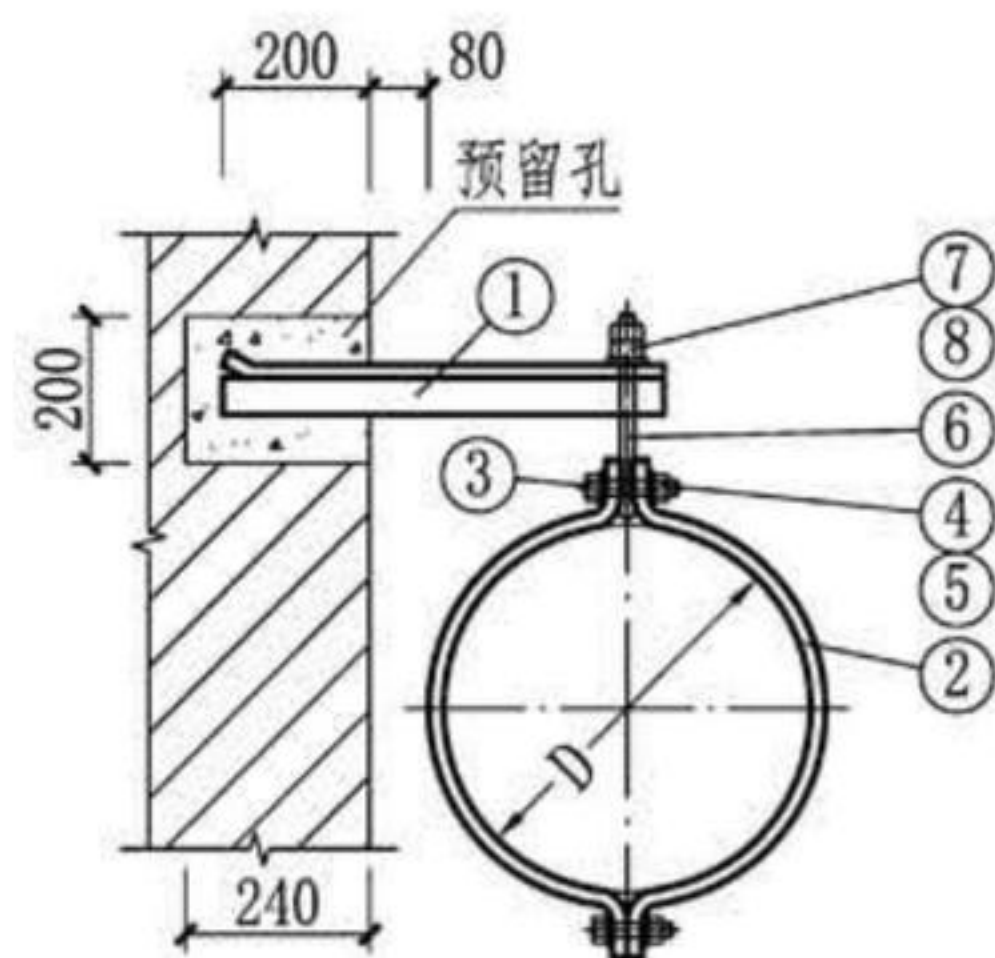
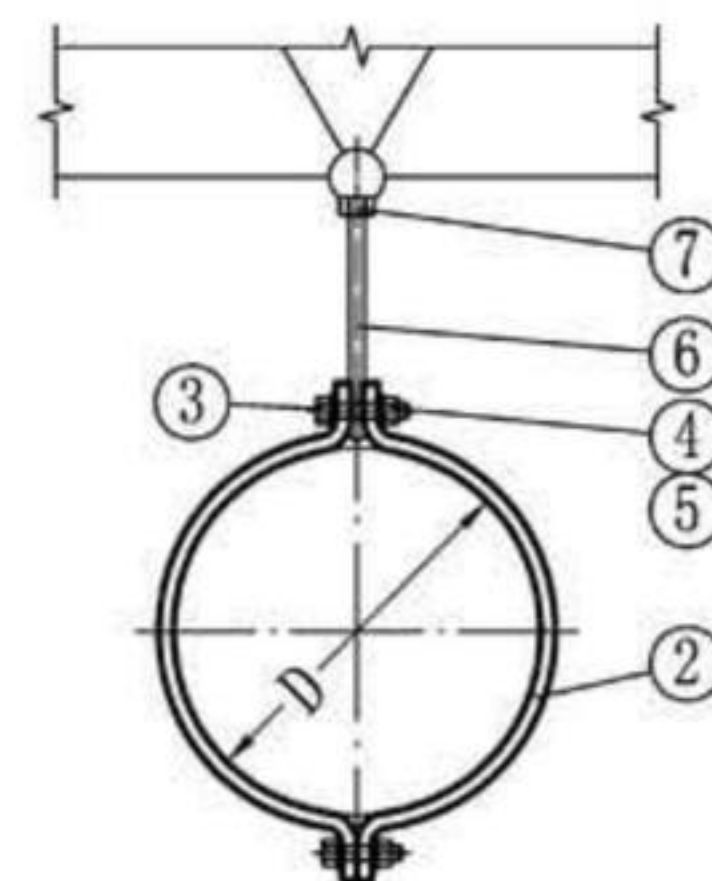
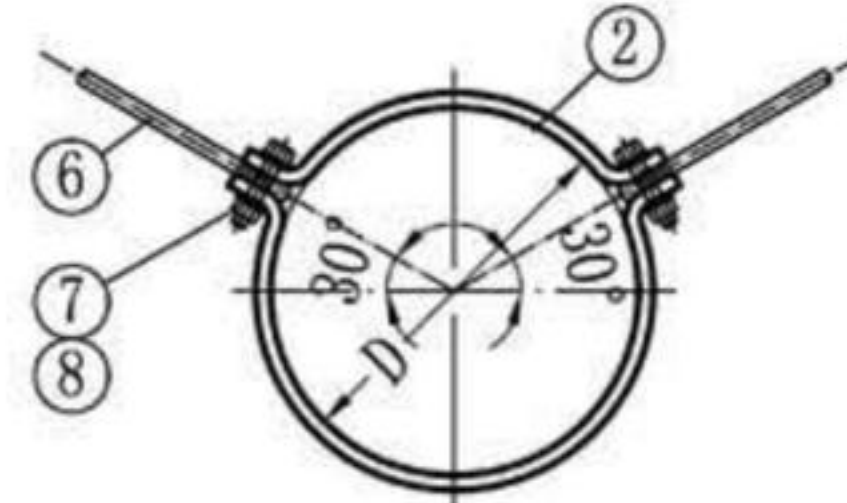

图1
图3
图7
2. 图1~图3、图7均采用吊钩连接，其做法见本页“吊钩图”。
3. 图1中预留孔宽为200mm；预留孔内用C20细石混凝土填实。